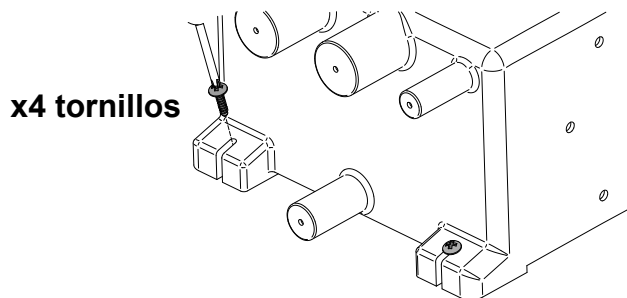
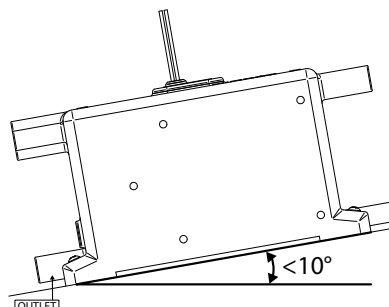

Figura 4 Fijación del tanque
Figura 5 Ángulo máximo posible de instalación
Paso 2: El tanque debe fijarse utilizando 4 tornillos adecuados, a través de los pies del tanque como se muestra en la Figura 4. **NOTA:** El ángulo del tanque no debe superar los 10° (Figura 5). **NOTA:** No atornillar directamente en el casco, DEBE montarse sobre un mamparo o tablero adicional.